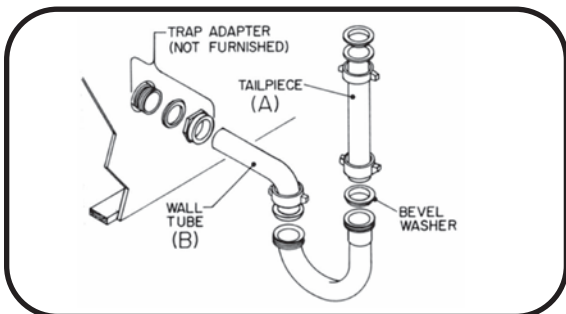

FIG 4
4. Attach P-trap assembly from tub drain to existing trap adapter using the exploded view in FIG 4 as a guide and in full compliance with local code requirements. A hacksaw may be used to cut the tailpiece (A) and wall tube (B) to length if required – use sandpaper or a file to remove any burrs after cutting. Keep connections loose until all trap components are aligned, then tighten securely by hand.
4. Fixez le siphon en P de l'évacuation du bas à l'adaptateur de siphon existant en vous aidant de la vue éclatée de la FIG 4 et conformément aux réglementations locales applicables. On peut utiliser une scie à métaux pour couper le raccord droit de vidange (A) et la paroi du tuyau (B) à la bonne longueur si nécessaire – utilisez un papier de verre ou une lime pour supprimer toute ébarbure apparue lors de la coupe. Gardez les raccords lâches jusqu'à ce que toutes les pièces du siphon soient bien alignées, puis, serrez-les à la main.